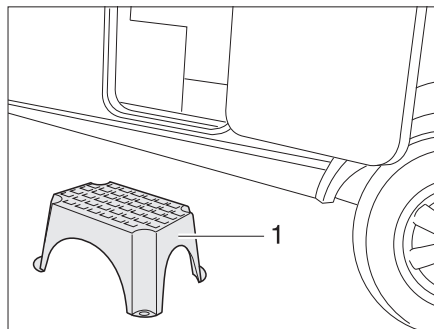

Fig. 16 Escalón de entrada (independiente)
- Colocar el escalón de entrada (Fig. 16,1) delante de la entrada de la caravana.